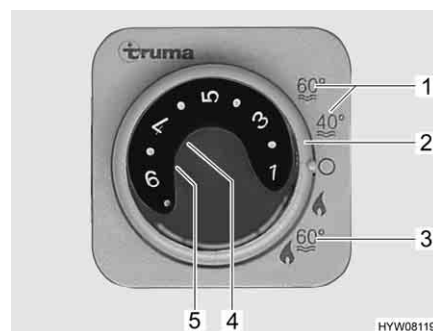

Fig. 202 Centralina di controllo per riscaldamento/boiler
Il boiler è integrato nel riscaldamento e funziona a gas (funzionamento a gas) o a gas o a corrente (funzionamento a gas e funzionamento elettrico a 230 V). Il boiler si accende dalla centralina di controllo (Fig. 202) con l'interruttore girevole (Fig. 202,2). Sul selettore di energia (Fig. 204) viene preselezionato il tipo di energia (funzionamento a gas e elettrico a 230 V).
Durante il funzionamento invernale "Riscaldamento e boiler" (Fig. 202,3), accendendo il riscaldamento è riscaldata automaticamente anche l'acqua nel boiler. Quando il riscaldamento si spegne al raggiungimento della temperatura ambiente desiderata, il boiler continua a riscaldare l'acqua, fino a quando questa raggiunge la temperatura impostata.
Durante il funzionamento estivo (Fig. 202,1) l'acqua è riscaldata soltanto nel boiler fino a 40 °C o 60 °C. L'acqua si riscalda a 60 °C in ca. 25 minuti. La spia di controllo gialla (Fig. 202,5) si accende durante la fase di riscaldamento del boiler.
L'alimentazione di tensione dell'apparecchio non può essere interrotta tramite l'interruttore principale a 12 V. In caso di guasto si accende la spia rossa di controllo (Fig. 202,4) sulla centralina di controllo (vedi capitolo 14).
- Sulla centralina di controllo (Fig. 202) posizionare l'interruttore girevole (Fig. 202,2) su "Funzionamento estivo" (Fig. 202,1).
La spia gialla di controllo (Fig. 202,5) si accende durante la fase di riscaldamento. Al raggiungimento della temperatura dell'acqua desiderata, la fase di riscaldamento termina e la spia gialla di controllo si spegne.
- Sulla centralina di controllo (Fig. 202) posizionare l'interruttore girevole (Fig. 202,2) su "O".
La combinazione funzionamento a gas e funzionamento elettrico a 230 V diminuisce il tempo di riscaldamento del boiler (è possibile solo se il boiler viene impostato sulla centralina di controllo (Fig. 202) su funzionamento invernale).